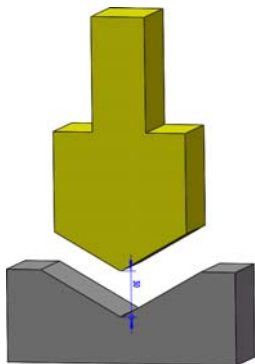

图 8-39 导入素材文件并定义配合
STEP 1 如图 8-39 所示，首先创建装配体文件，然后导入本书提供的素材文件（相应的文件夹下），再定义所导入的两个素材文件的配合关系，除了一些“重合”“平行”配合外，应重点定义另个顶点的“距离”配合，大小为 30。